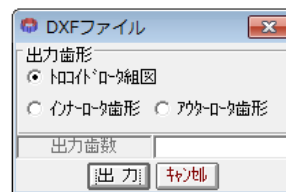
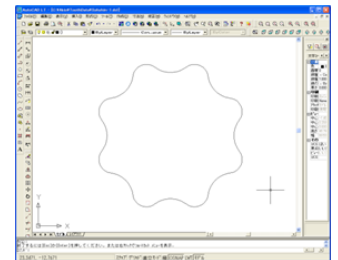

図 17.5 DXF ファイル設定
図 17.6 CAD 作図例
①ロータ組図, ②インナーロータ歯形, ③アウターロータ歯形を円弧データ DXF ファイルで出力することができます。図 17.5 に設定フォームを、図 17.6 に CAD 作図例を示します。